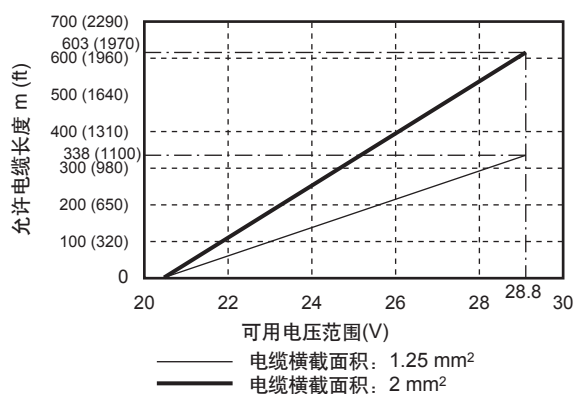

图4.4.2 供电电压和电源电缆长度(一体型流量计和AXG4A分体型变送器)
- 对于24 V电源(电源代码-2)，变送器端子之间的电压规格为24 V (-15% ~ +20%)。由于电缆电阻的电压压降，必须采用图4.4.2范围内的电压。